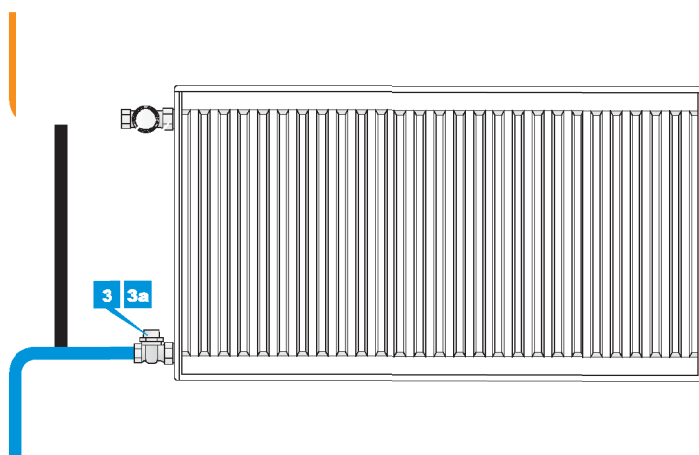

Рис. 2. - Боковое одностороннее подключение радиатора
Термостатический клапан угловой/ прямой (при схеме на Рис.2)
Ручной регулирующий клапан угловой/ прямой (при схеме на Рис.2)
Клапан обратного потока угловой/ прямой (при схеме на Рис.2)
Шаровый кран угловой/ прямой (при схеме на Рис.2)
**Примечание:** При использовании радиаторов «PRADO Universal» в классической схеме подключения к отопительной системе, руководствуйтесь схемами на Рис. 2 - 7 (стр.6-7)